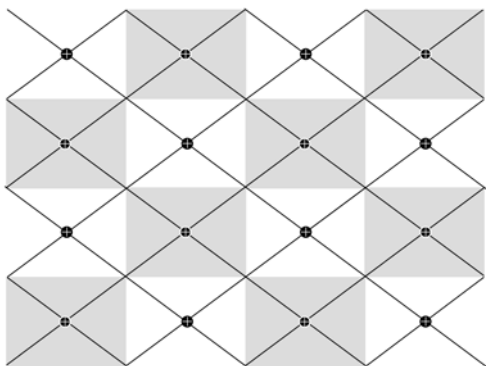

图 6-3 ANSI 对比度测量示意图
(6) 对比度。对比度是画面黑与白的比值, 也就是从黑到白的渐变层次。比值越大, 从黑到白的渐变层次就越多, 从而色彩表现越丰富。在投影机行业有两种对比度测量方法, 一种是全开/全关对比度测试方式, 即测量投影机输出的全白屏幕与全黑屏幕亮度比值; 另一种是 ANSI 对比度, 它采用 ANSI 标准测量方法测量对比度, ANSI 对比度测量方法采用 16 点黑白相间色块, 8 个白色区域亮度平均值和 8 个黑色区域亮度平均值之间的比值即为 ANSI 对比度, ANSI 对比度测量示意图如图 6-3 所示。这两种测量方法得到的对比度值差异非常大, 这也是不同厂商的产品在标称对比度上差异大的一个重要原因。